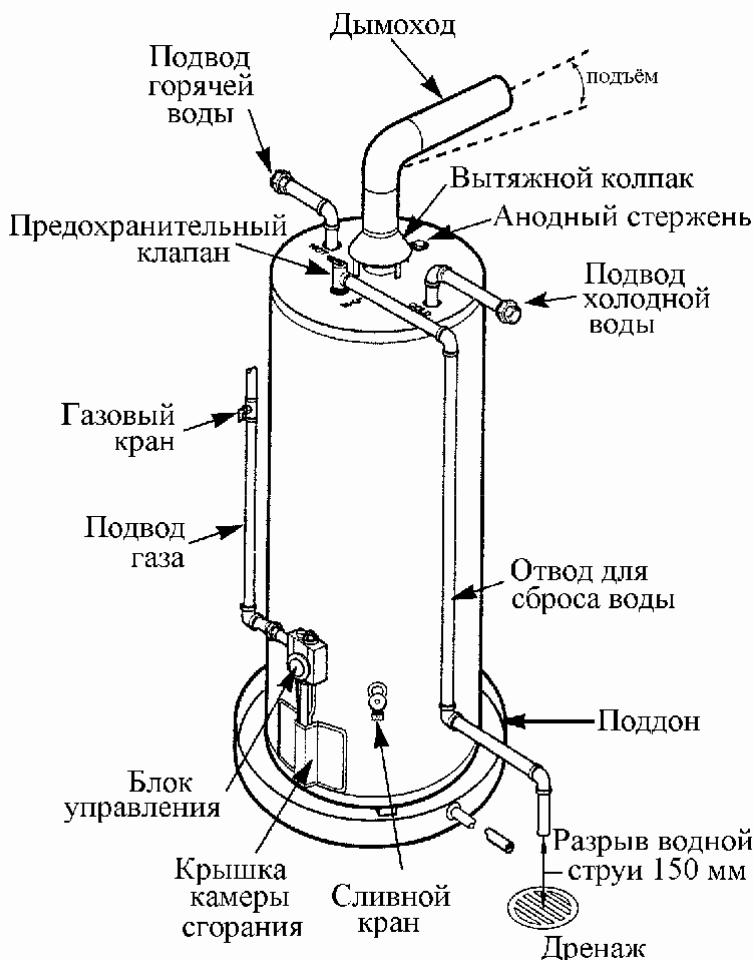

Рис.2
Подключение к газовой трубе сделайте, как показано на схеме на рис. 2. Используйте только новые трубы с резьбой не имеющей вмятин, срезов и других повреждений. Компаунды (герметизирующие средства) используемые в резьбовых соединениях газопровода, должны быть устойчивы к воздействию природного и сжиженного газа и разрешены к применению. Рабочее давление в газовой системе, подводимой к прибору, не должно превышать давление, указанное на табличке прикрепленной к корпусу устройства - 355 мм вд.ст. для природного газа.
4. Подождите пять (5) минут, чтобы проверить утечку газа. Если вы почувствовали запах газа **ОСТАНОВИТЕСЬ!**, вернитесь к пункту "B" раздела безопасности. Если запаха газа нет, переходите к следующему шагу.
5. Удалите крышку топочной камеры см. Рис.2. Сдвиньте внутреннюю крышку вправо.